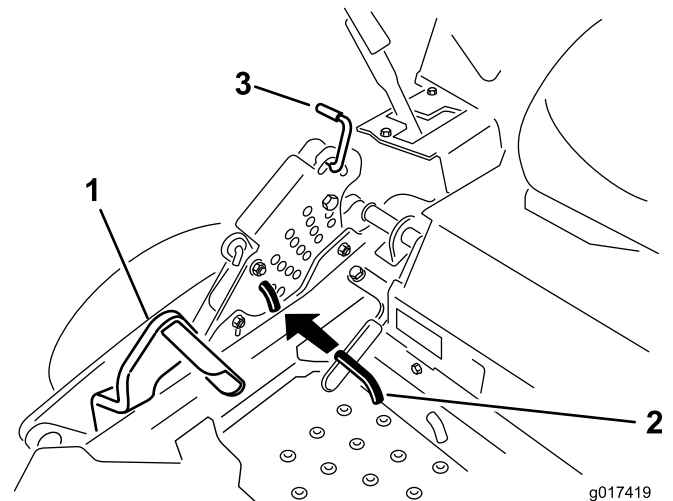

Figura 24
2. Pise el pedal de elevación de la carcasa y eleve la carcasa a la posición de transporte (que es también la posición de altura de corte de 14 cm) (Figura 24).
3. Para ajustar la altura de corte, gire el pasador 90 grados y retire el pasador del soporte de altura de corte (Figura 24).
4. Seleccione el taladro del soporte de altura de corte que corresponde a la altura de corte deseada, e inserte el pasador (Figura 24).